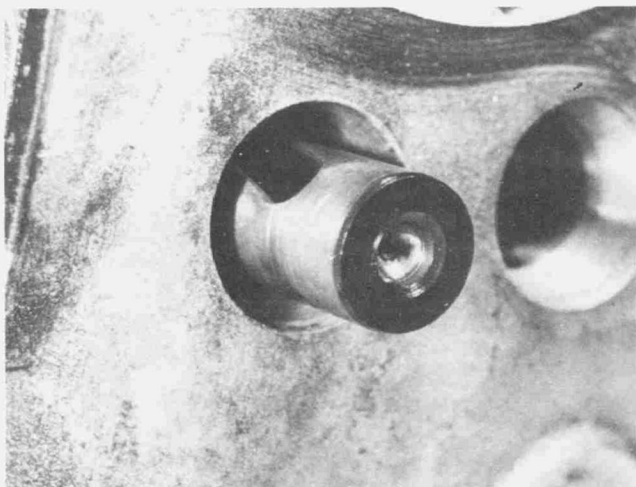

Bild 42
- Die Stößel von innen aus dem Kurbelgehäuse herausdrücken bzw. mit einem Magneten oder einem gebogenen Draht herausheben (Bild 42).